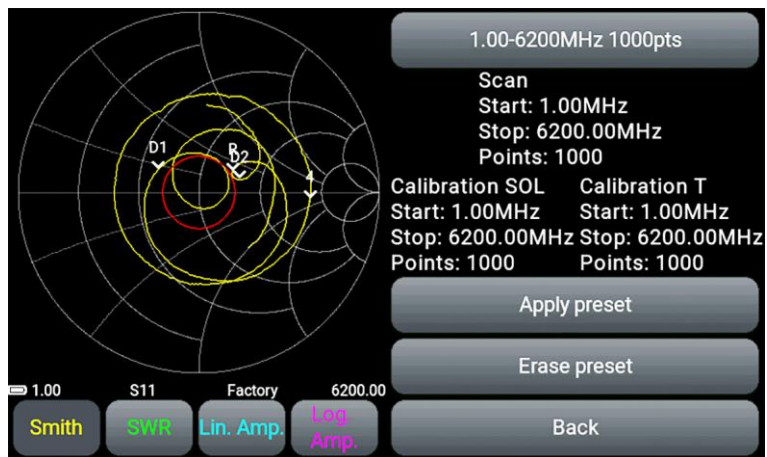

Рисунок 9.24 – Меню работы с пользовательскими настройками
9.12.3. Нажав на кнопку с сохранённой настройкой, пользователь может применить настройку **Apply preset** или удалить настройку **Erase preset** (Рисунок 9.24).